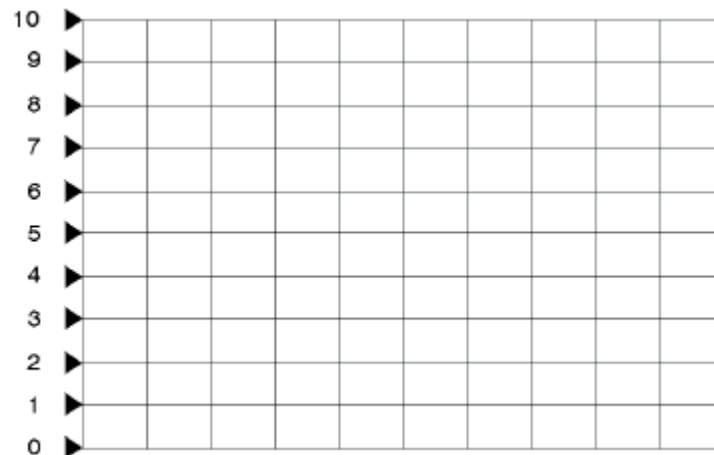

Figura 1-7. Posiciones de Referencia.
4. Para mover la posición de referencia (indicada por el símbolo ▶ en el lado izquierdo de la la pantalla) a la primera división de la parte superior de la pantalla, presione **Reference Position** 9 **Enter**. La Figura 1-7 muestra como se identifica cada posición de referencia.